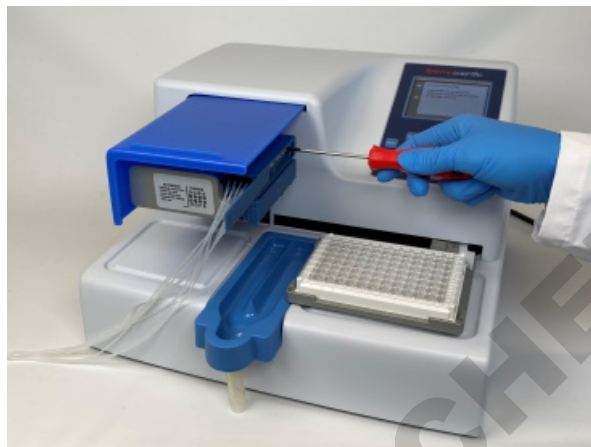

Figure 6–59. Cache de vis d'étalonnage ouvert
6. Ouvrez le cache des vis d'étalonnage (Figure 6–60) sur la partie supérieure de la cassette.